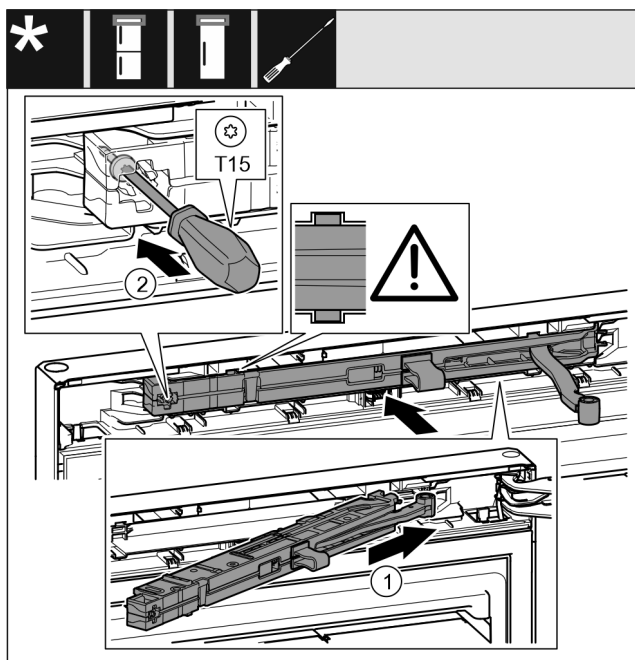

Fig. 55
- ▶ 将托架侧面的关门阻尼单元 Fig. 55 (1) 倾斜插入凹槽直至止挡装置。
- ▶ 用螺丝刀拧紧螺钉 Fig. 55 (2)。